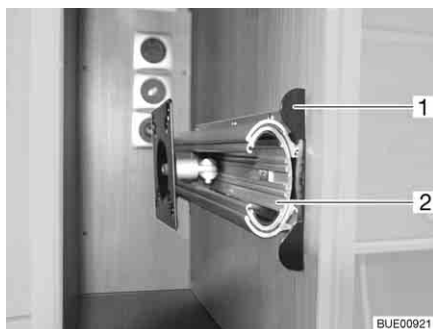

Fig. 68 Supporto nel mobiletto porta TV
- Premere verso l'interno il listello di sblocco (Fig. 68,1).
- Estrarre interamente la base estraibile (Fig. 68,2).
- Inserire la base estraibile Fig. 68,2), finché il listello di sblocco (Fig. 68,1) non si arresta a scatto.